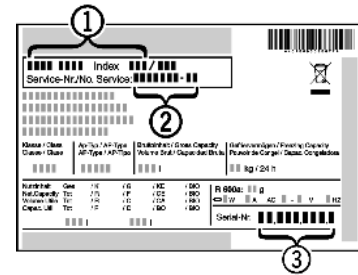

Fig. 56
- ▶ Gerätebezeichnung *Fig. 56 (1)*, Service-Nr. *Fig. 56 (2)* und Serial-Nr. *Fig. 56 (3)* vom Typenschild ablesen. Das Typenschild befindet sich an der linken Geräteinnenseite.